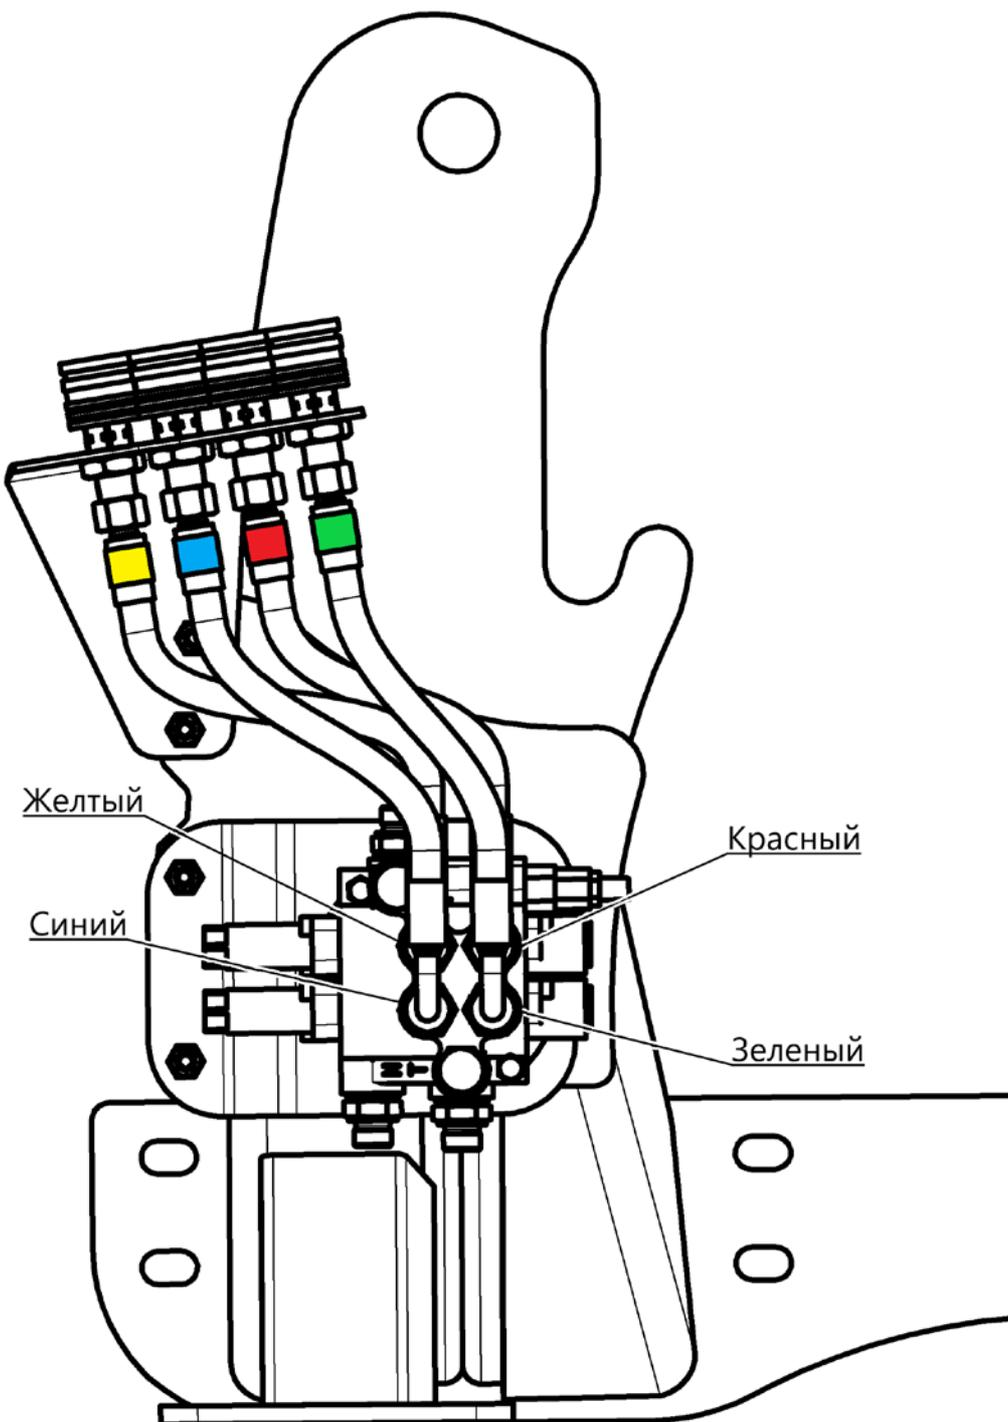

Рис. 2.4
2.2.2.7 Присоединить 4 РВД питания гидросистемы погрузчика с цветной маркировкой угловыми концами с гайкой М20х1,5 к адаптерам и переборочным, ввернутым в рабочие порты гидрораспределителя (рис. 2.4). Прямые концы с гайкой М20х1,5 РВД питания гидросистемы погрузчика навинтить на ранее установленные муфты БРС.